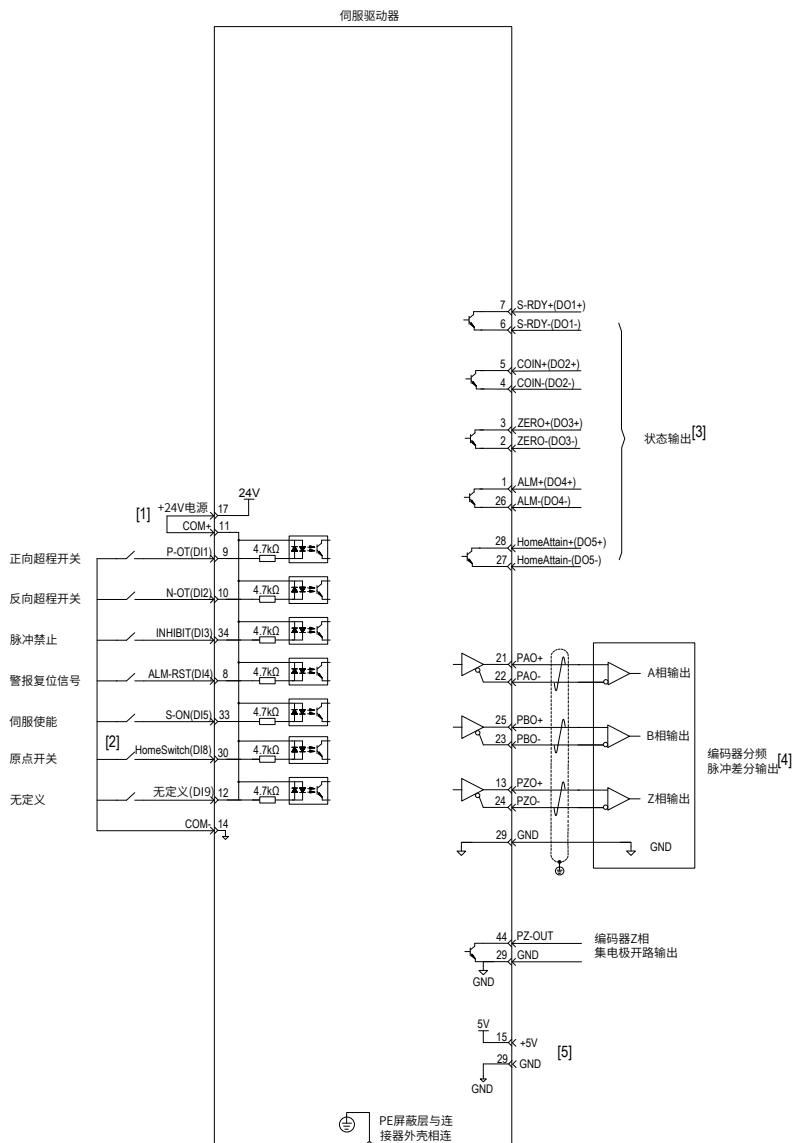

图 4-10 速度模式配线图
- 3) 参考图 4-10 配线说明连接 CN1 端子中必要的 DI/DO 及转矩指令来源、速度限制等信号。